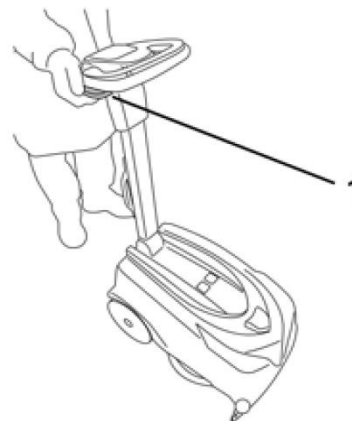

Abb. 11: Griffwinkel einstellen
Ziehen Sie den Hebel an (Abb. 11), um den gewünschten Winkel des Griffes einzustellen. Den Hebel loslassen, um den Griff in der gewählten Position zu arretieren.
- Betätigen Sie den Hauptschalter, um die Maschine einzuschalten (1, Abb. 11).
- Drücken Sie die Bürstensteuerungstaste oder die ECO-Taste (5, Abb. 11). Die Bürsten sowie die Vakuumpfunktion und der Durchfluss der Reinigungslösung werden aktiviert.
- Um den Abzieher zum Boden abzusenken, betätigen Sie den Hebel (2, Abb. 11).
- Bürstensteuerungshebel (3, Abb. 11) drücken, um die Arbeit zu beginnen.
- Überprüfen Sie während des Betriebs die Gründlichkeit des Reinigungsvorgangs. Die Durchflussmenge des Reinigungsmittels kann durch Antippen der Reinigungsmitteltaste (4, Abb. 11) reguliert werden.
- Hebel (2, Abb. 11) betätigen, um den Abzieher anzuheben